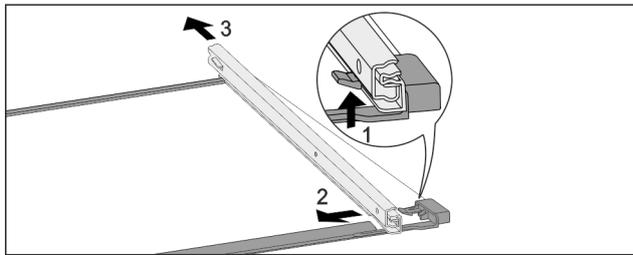

Fig. 173 Glasplatte mit Schienen
- ▶ Vordere Rasthaken nach oben drücken. Fig. 173 (1)
- ▶ Auszugsschiene zur Seite Fig. 173 (2) und nach hinten Fig. 173 (3) wegschieben.